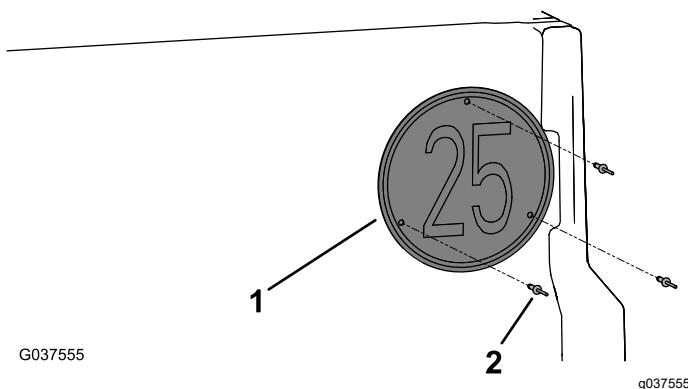

Figure 18
4. Fixez le panneau de vitesse au hayon à l'aide de 3 rivets aveugles (3/16" x 15/16"), comme montré à la Figure 18.